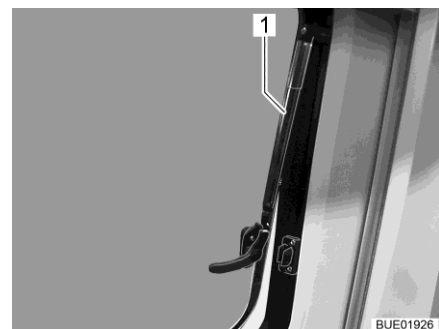

Bild 20 Ausstellfenster mit Automatik-Aussteller
- Ausstellfenster bis zur gewünschten Stellung öffnen. Ausstellfenster mit Automatik-Aussteller (Bild 20,1) selbstständig einrasten lassen.